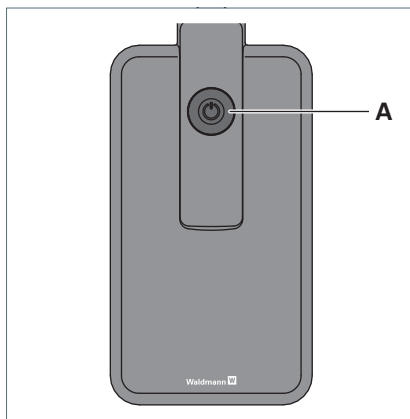

Fig. 5: Tasto.
- Per accendere e spegnere l'apparecchio, premere il tasto **A** posizionato sul lato superiore della testa dell'apparecchio d'illuminazione, vedi Fig. 5.
- Per passare al modo di dimmerazione, premere il tasto **A** e tenerlo premuto per 10 s, vedi Fig. 5.